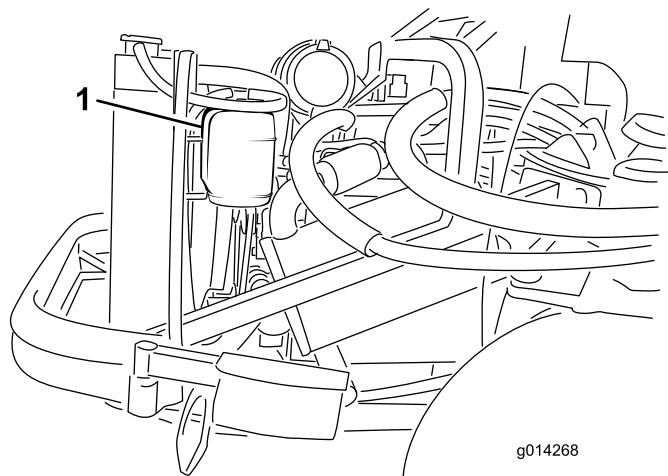

図 41
1. 液量の点検は補助タンクで行う(図 41)。タンク側面についている2本のマークの間であれば適正である。